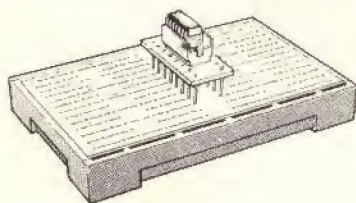

Fig. 7 - Matrice T-DeC.
1) La matrice T-DeC (fig 7) è adatta